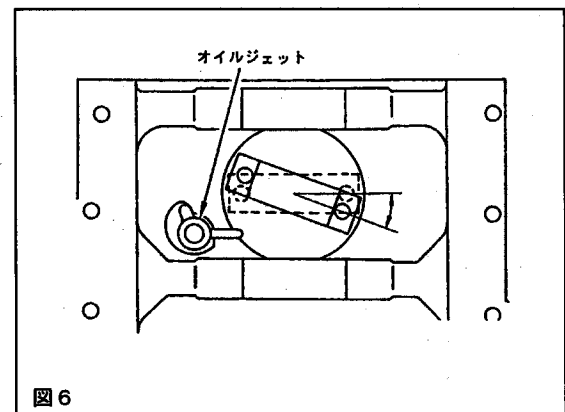

図6
3. 3 コンロッドのベアリング内面にエンジンオイルを塗布し、図6の様にコンロッドを傾けオイルジェット及びシリンダ内壁に当たらないように挿入してください。